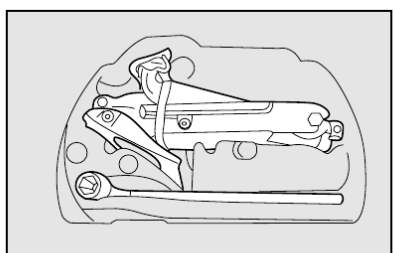

fig. 14
13) colocar o macaco e as ferramentas utilizados no suporte das ferramentas no local apropriado, de modo a evitar vibrações, ou que se solte durante a marcha fig. 4 (Strada Fire) ou fig. 14 (Palio Fire e Siena Fire);